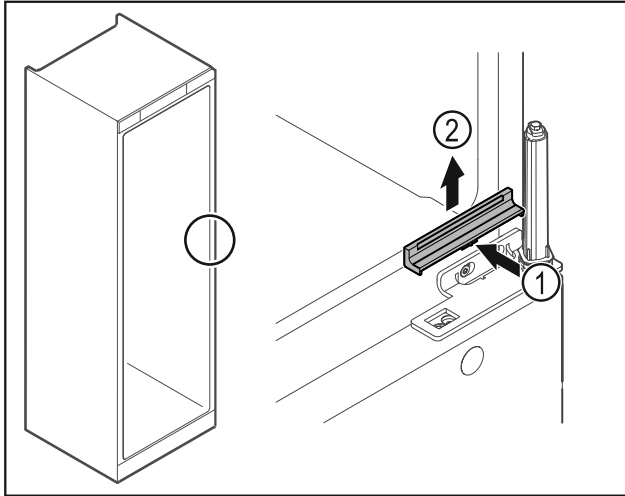

Fig. 31
- ▶ Paina suojusta Fig. 31 (1) kevyesti keskeltä ja ota se yläkautta pois Fig. 31 (2).